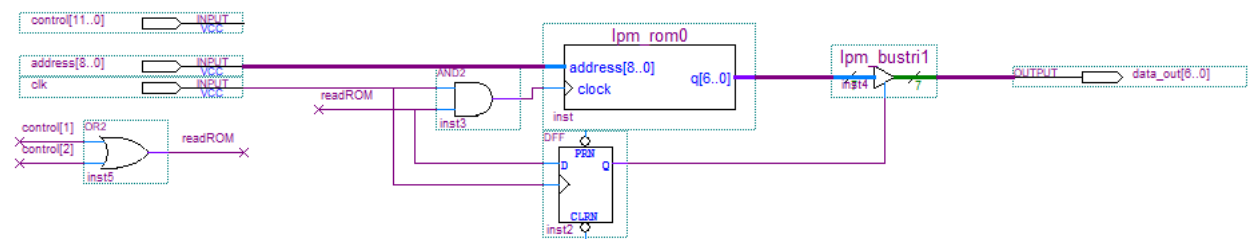

Рисунок 5.4 – Блок ROM
- блок ROM (см. рисунок 5.4): содержит команды выполняемой микропрограммы;